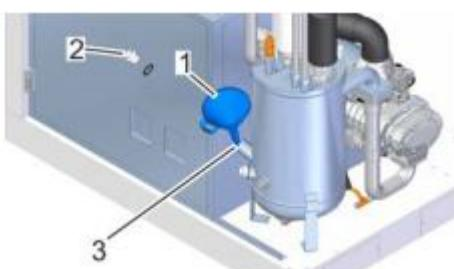

Рис. 38: Заправочный патрубок
10. С помощью воронки (Рис. 38/1) залейте охлаждающую жидкость до соответствующего уровня заправочного патрубка (Рис. 38/3).
12. Верните на место пробку наливного отверстия (Рис. 38/2) и закрутите.